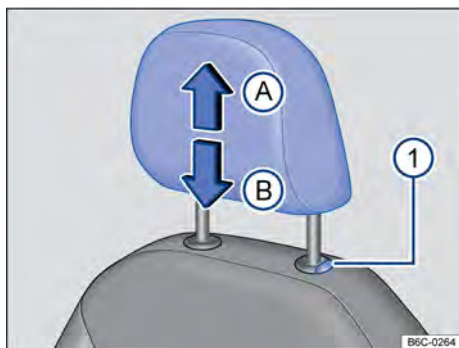

Fig. 69 Apoio para cabeça: ajustar, desinstalar e instalar.
- Deslocar o apoio para cabeça para cima (A) ou para baixo (B) na direção da seta com o botão → Fig. 69 ❶ pressionado → ▲ em *Introdução ao tema* na página 86.
- Retirar o apoio para cabeça com o botão → Fig. 69 ❶ pressionado na direção da seta (A).
- Empurrar o apoio para cabeça totalmente para baixo na direção da seta (B) com o botão → Fig. 69 ❶ pressionado.
- Empurrar o apoio para cabeça para baixo com o botão na direção da seta (B) → Fig. 69 ❶ pressionado.